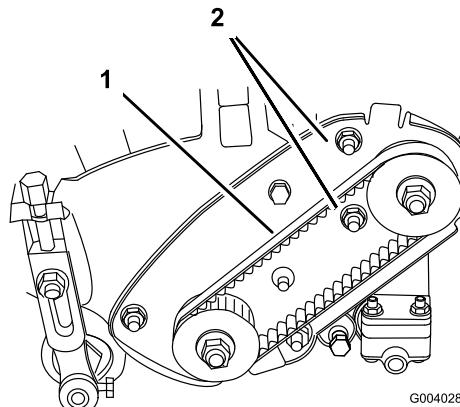

Figura 35
- A. Afloje las tuercas de montaje del alojamiento del cojinete (Figura 35)
- C. Sin variar el ajuste de la llave dinamométrica, apriete las tuercas de montaje del alojamiento del cojinete (Figura 35). No tense demasiado la correa.